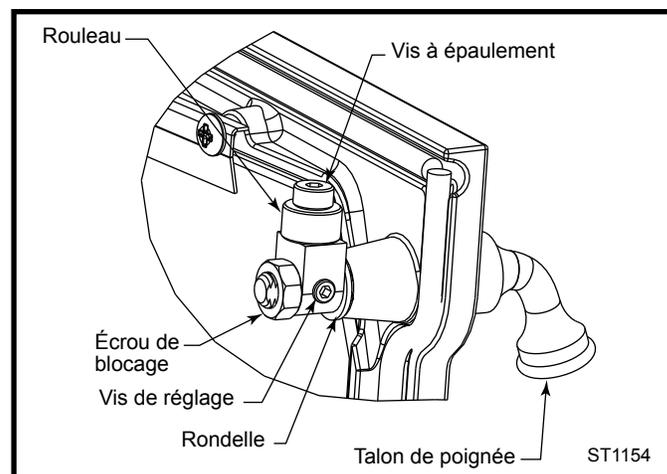

Fig. 13 Ajuster l'étanchéité de la porte en tournant le cliquet et/ou en retirant la rondelle.
1. Desserrer l'écrou de blocage avec une clé $\frac{9}{16}$ ". (Fig. 13)